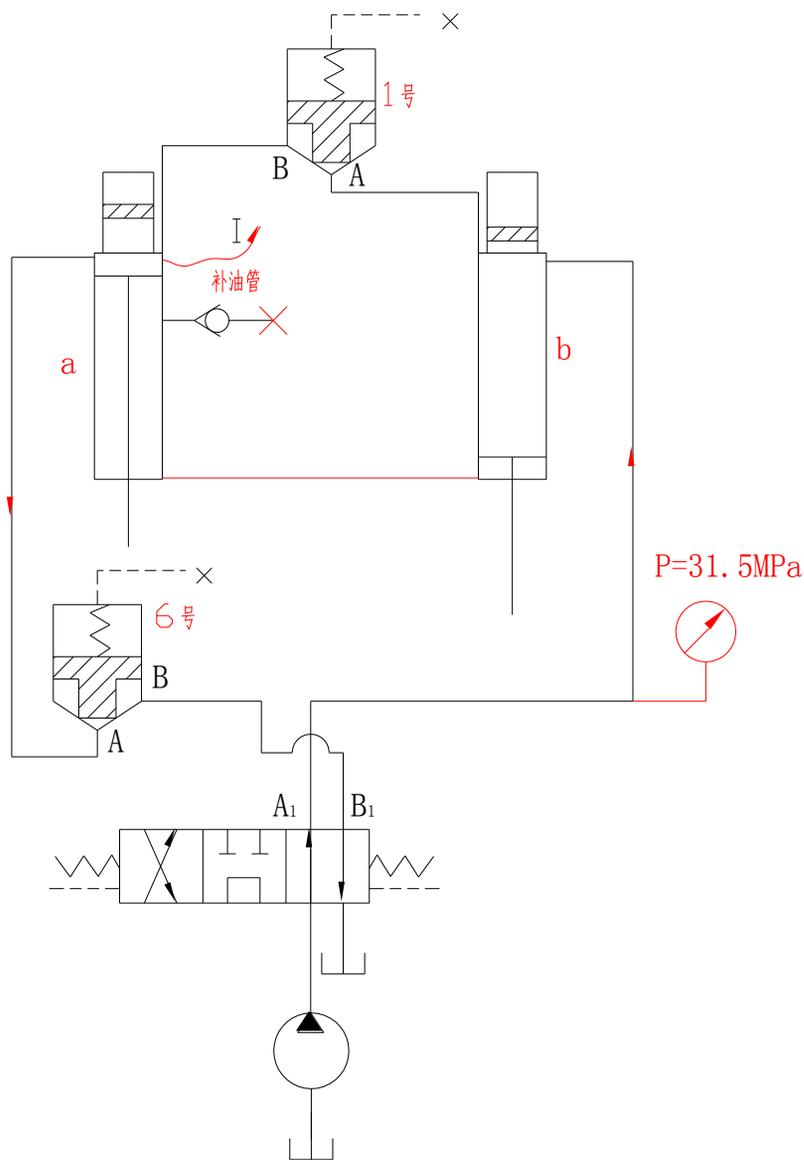

图 1-10-3
- 1、采用高压小排量状态下主油缸点动使 a 缸后退到位; (参见图 1-10-3)